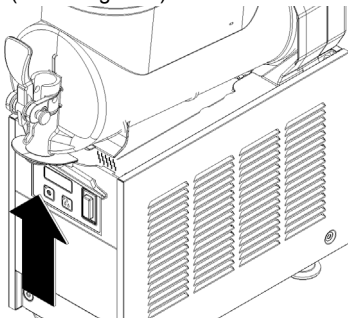
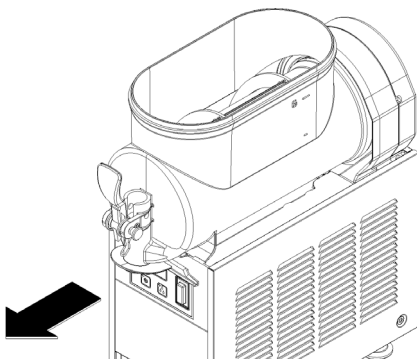

figura 5
figura 6
**2** Smontare il contenitore spingendone leggermente la parte inferiore (lato rubinetto) verso l'alto per liberarne gli agganci inferiori (vedere figura 5) e sfilandolo successivamente dai davanti (vedere figura 6).